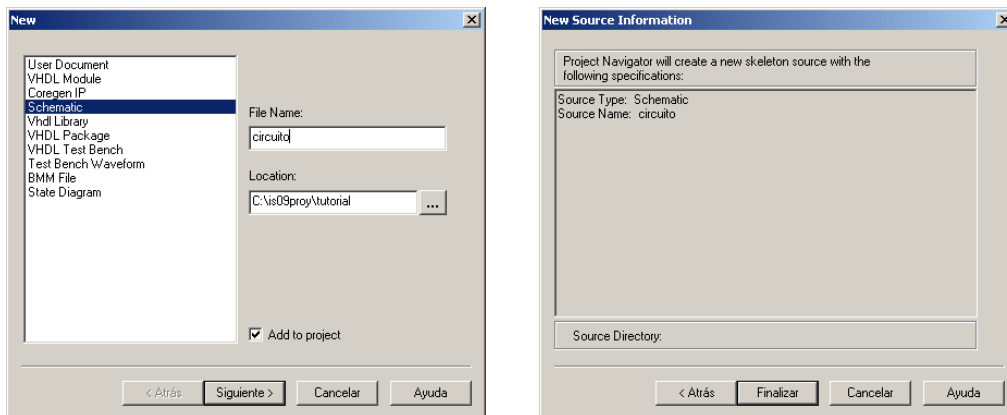

Figura 4.
- Se presiona Siguiente y luego Se presiona Finalizar para concluir (Figura 4)